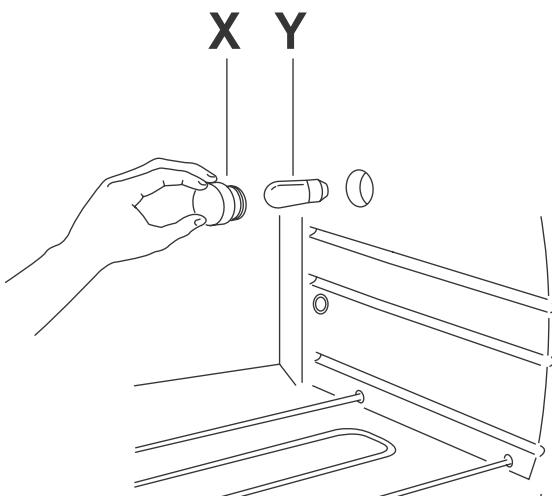

рис. 12
Для очистки внешней поверхности используйте только влажную губку (см. рис. 12). Избегайте использовать абразивные материалы, которые могут повредить поверхность (эмаль или краску). Будьте внимательны, чтобы вода или моющее средство не попали в отверстия, расположенные с правой стороны печи.
- снимите защитное стекло X, отвернув против часовой стрелки и замените лампу Y на такую же (см. рис. 12). Заверните на место защитное стекло X.